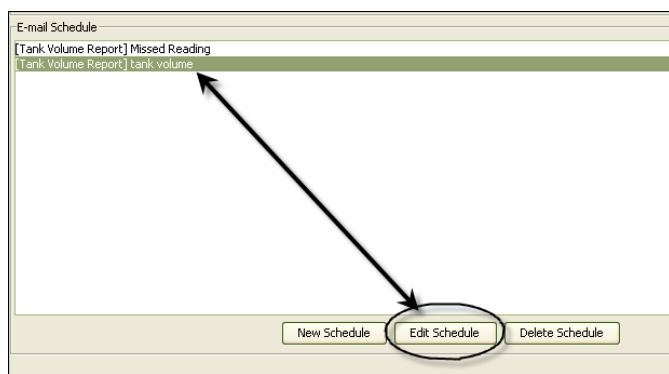

Рис. 145
1. Выделите событие отправки электронного письма, которое хотите изменить, и нажмите кнопку «Edit Schedule» [Изменить расписание] (Рис. 145).